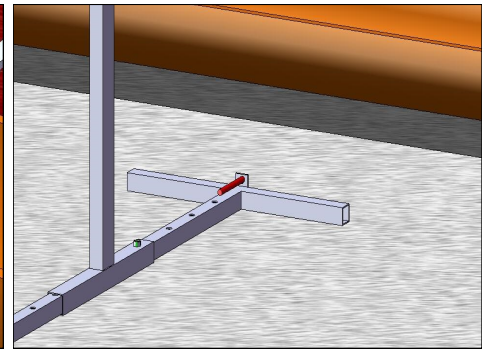

fig.6
- Inserire nella parte che appoggia alla facciata dell'edificio un tassello M 10 nell'apposito foro (fig. 6 a pag. 9);